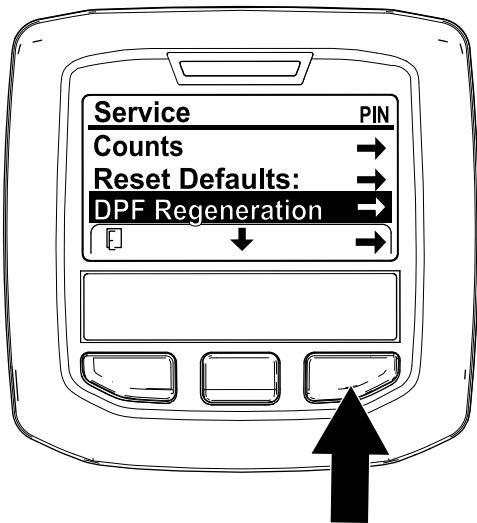

Figura 28
1. Accedete al menu Service e premete il pulsante centrale per scorrere il menu verso il basso fino all'opzione DPF REGENERATION ((Rigenerazione FAP) (Figura 28).
2. Premete il pulsante destro per selezionare la voce DPF Regeneration (Figura 28).